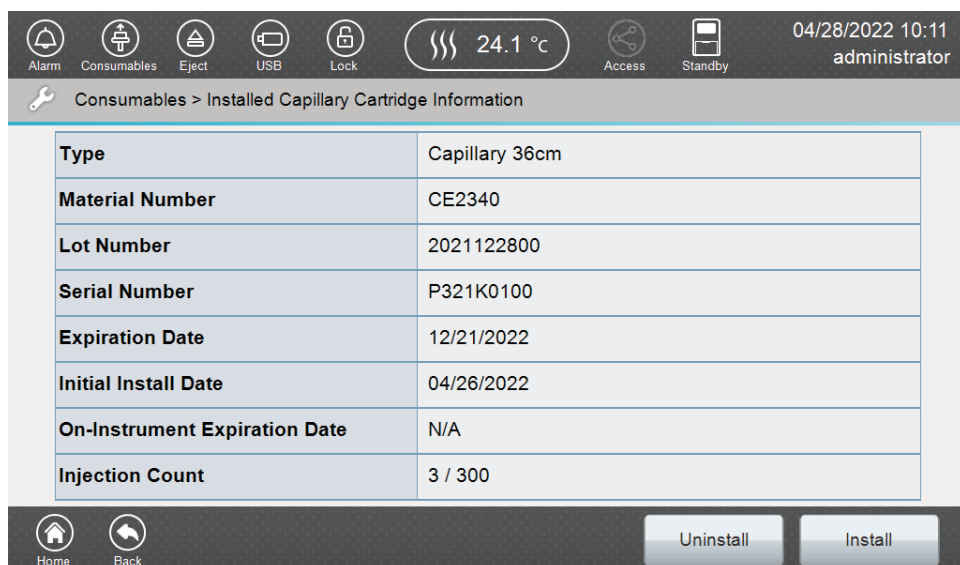

図 30 Installed Capillary Cartridge Information 画面
1. Consumables の画面（図 11）の **Capillary** を選択して、Installed Capillary Cartridge Information の画面（図 30）を開いてください。
1. **Consumables** 画面（図 11）の **Capillary** を選択し、Installed Capillary Cartridge Information 画面（図 30）を開いてください。